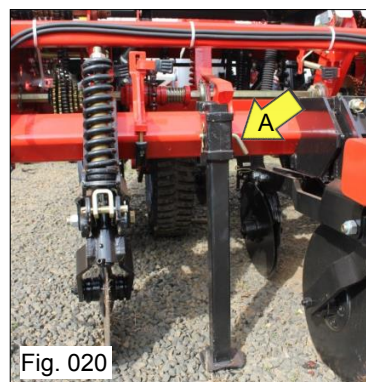

Fig. 020
e) Depois de acoplada plantadora ao trator, acione o cilindro hidráulico, levante os pés de apoio “A” (Fig. 020) e fixe-os através do pino trava e trava de aço. Posteriormente retire o conjunto do levante mecânico e fixe-o na barra de engate do cabeçalho.